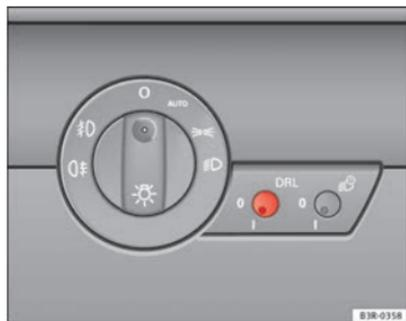

Fig. 89 Comutador da luz diurna
- Pressione brevemente o botão ⇒ Fig. 89 para o retirar da sua posição.